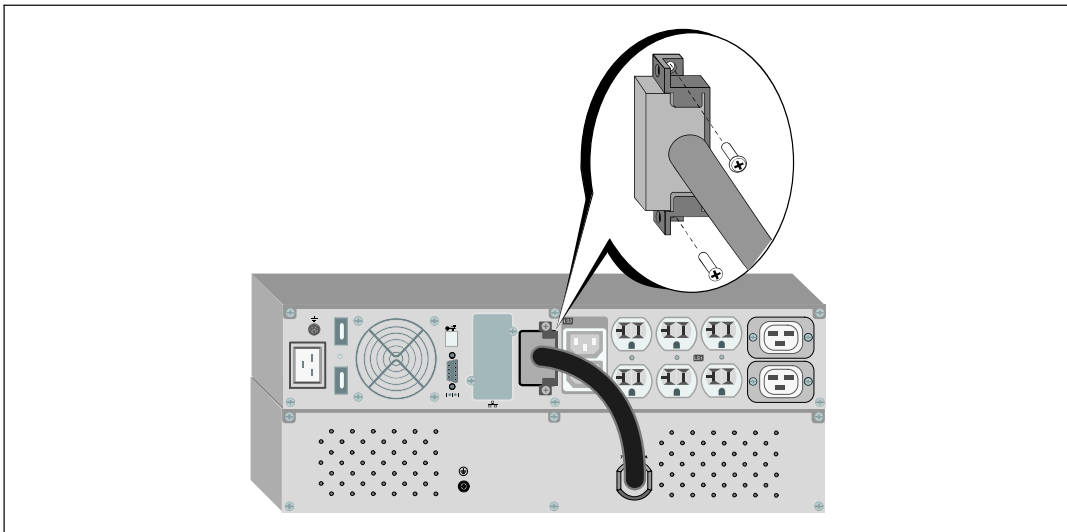

Figura 28. Instalación del EBM para los modelos de UPS 1920–2700W solamente
- 3 Conecte el cable EBM en el conector de la batería del UPS (consulte la Figura 28).